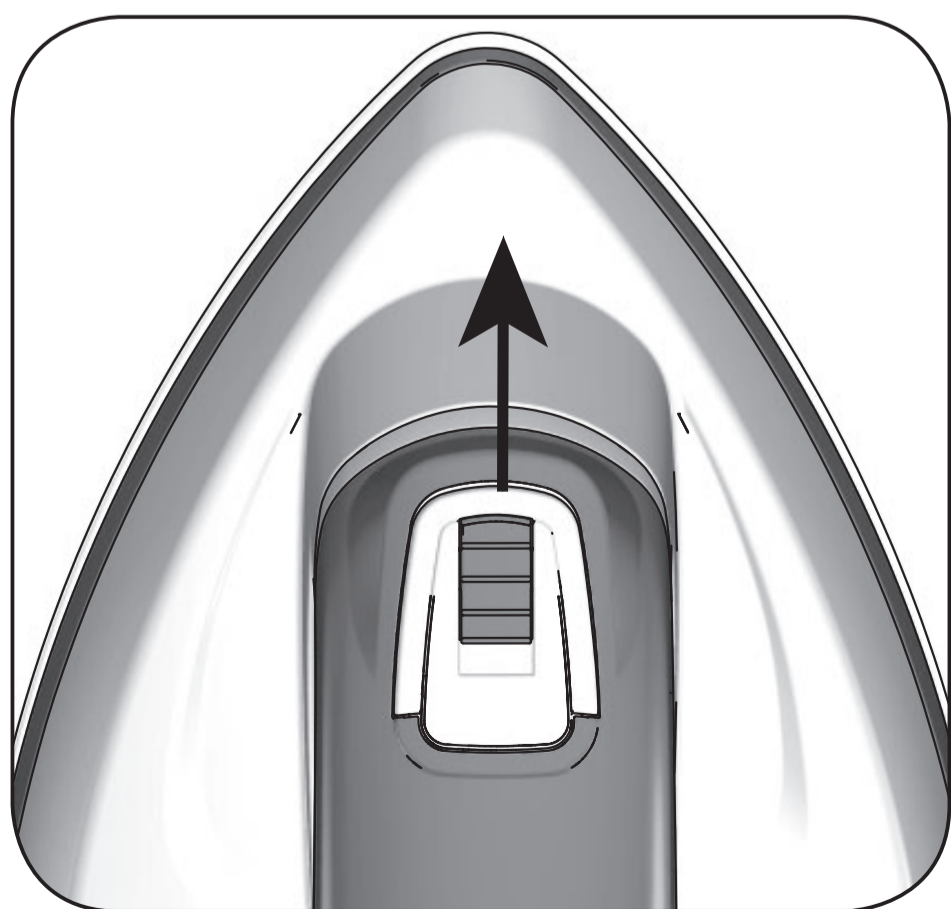

Fig. 10
2. Presione y mantenga presionado el botón del vapor (F) repetidamente hasta que salga el vapor. El vapor no sale inmediatamente al pulsar el botón del vapor porque el agua tiene que pasar desde el depósito al generador de vapor.
4. Colocar el tejido sobre una mesa de planchar. Pasar el aparato sobre la prenda. Presione y mantenga presionado el botón del vapor (F).
5. Para que emita un chorro continuo y constante de vapor, pulsar el botón del vapor. Desplácese hacia arriba el cursor de bloqueo para el vapor continuo (Fig. 10).